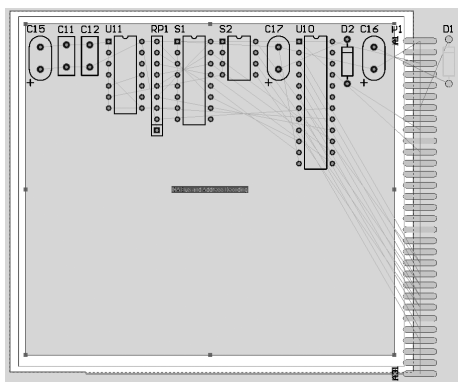

图 8-8 调整后的 Room 区域
(1) 选中 Room 区域，向外拖动鼠标，调整 Room 区域大小，来匹配电路板边界，结果如图 8-8 所示。